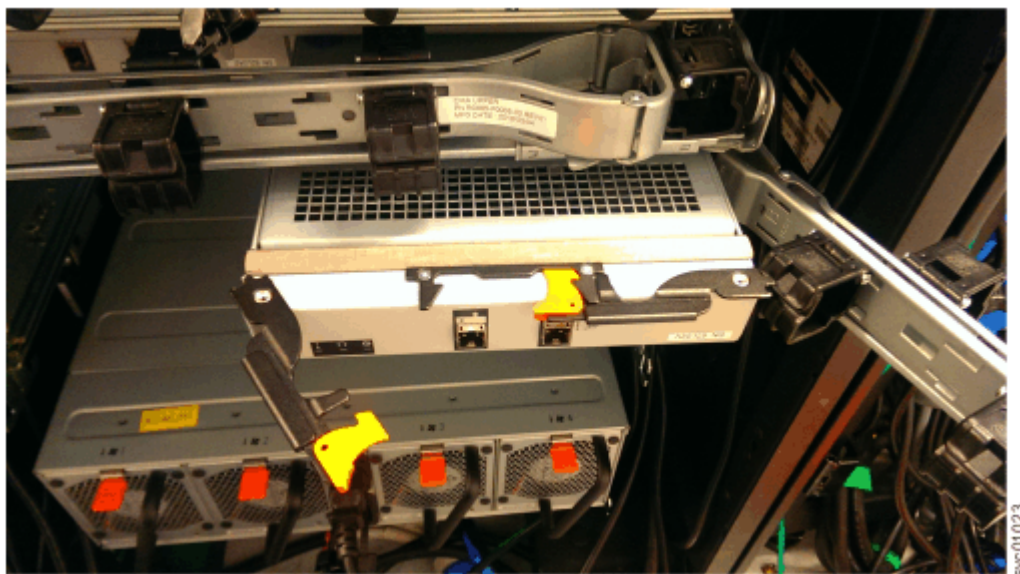

Рисунок 63. Установка кейса расширения
1. Открепите и отодвиньте кабельный кронштейн в сторону (см. Рисунок 63 на стр. 61).
4. Когда кейс расширения будет полностью вставлен, поверните каждую ручку внутрь, чтобы заблокировать его на месте (см. Рисунок 63 на стр. 61).